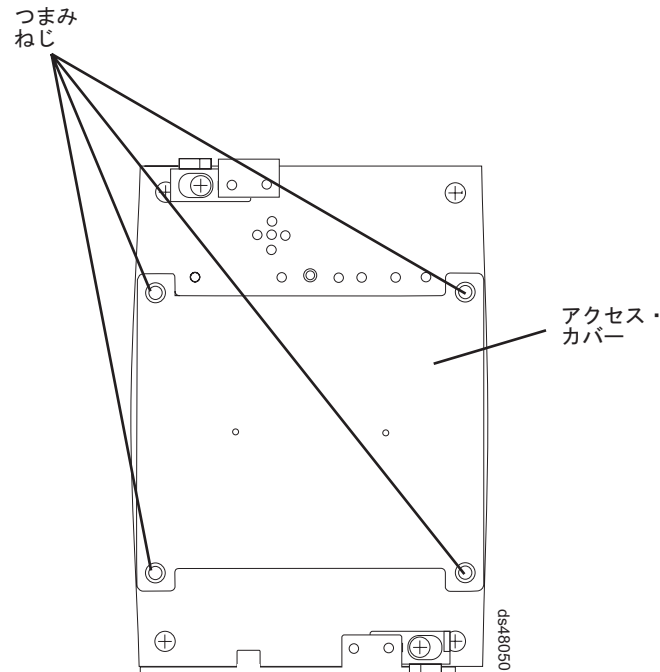

図 122. 相互接続バッテリー・ユニットのバッテリー・アクセス・カバー
7. バッテリー・アクセス・カバーをコンポーネントに固定しているつまみねじを取り外して、相互接続バッテリー・ユニットからカバーを取り外します。図 122 に、相互接続バッテリー・ユニットのアクセス・カバーと取り付けねじを示します。